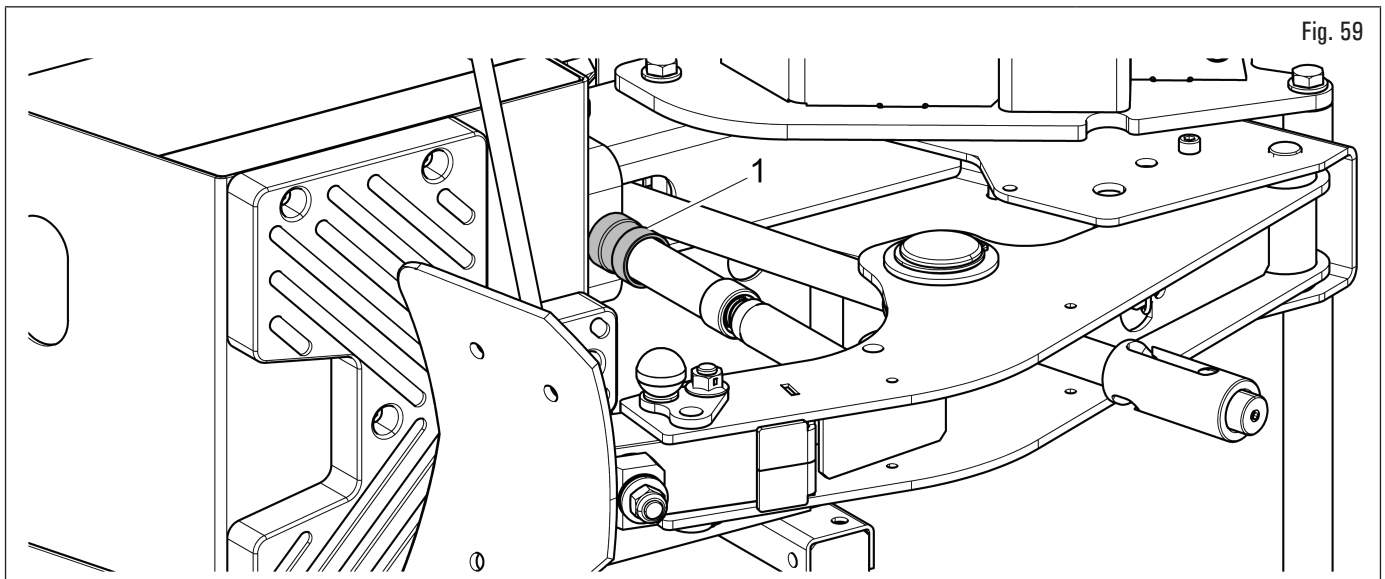

Fig. 59
2. regular la carrera del limitador del destalonador actuando sobre su virola de regulación (Fig. 59 ref. 1), de manera que la paleta pueda penetrar más allá del borde de la llanta hasta una altura igual a la altura de una cuña del alarque del destalonador;